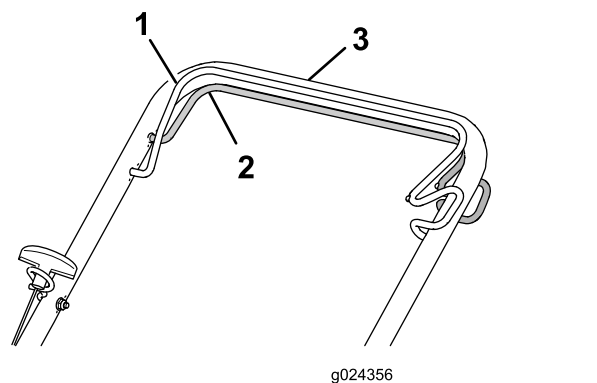

**Figuur 15**
3. Hou de bedieningsstang van het maimes tegen het bovenste deel van de handgreep (Figuur 15).